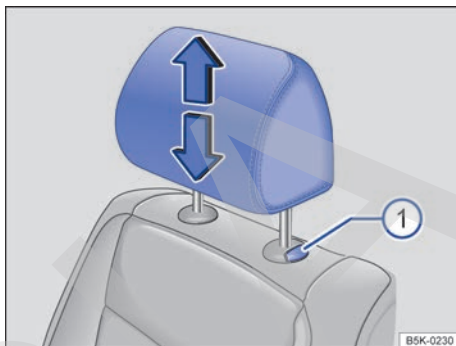
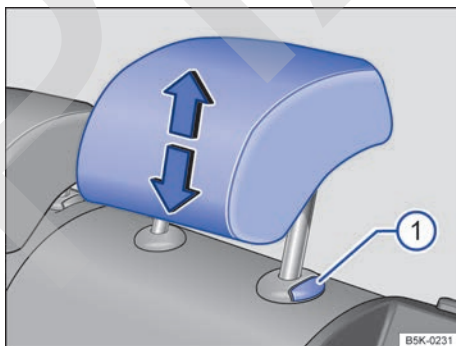

Fig. 83 Ajuste de los apoyacabezas delanteros.
Fig. 84 Ajuste de los apoyacabezas traseros.
- Desplace el apoyacabezas en el sentido de una de las flechas: o bien hacia arriba, o bien hacia abajo a la vez que presiona la tecla → fig. 83 ① o → fig. 84 ① → ⚠ en *Introducción al tema* de la pág. 99.